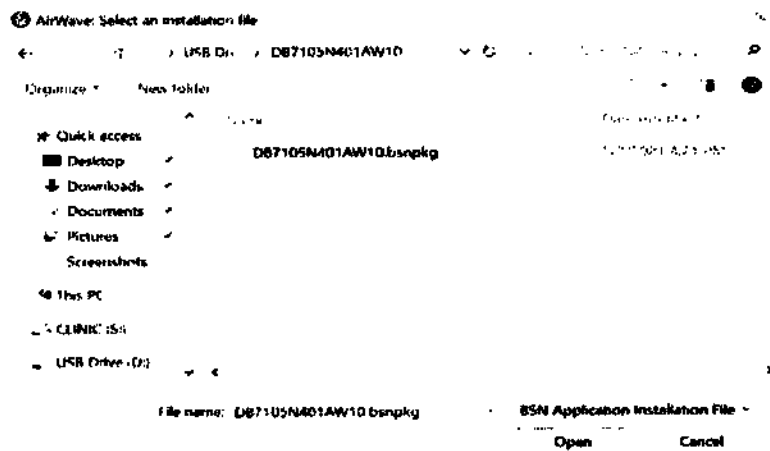

Рисунок 3. Нажмите файл установки
2. Во всплывающем окне проводника перейдите на USB-носитель и нажмите файл установки для Vercise Neural Navigator 4.0 с именем DB7105N401AW10.bsnpkg (Рисунок 3).
3. Нажмите **Open** (Открыть), чтобы открыть файл установки Vercise Neural Navigator 4.0 (DB7105N401AW10.bsnpkg) (Рисунок 3).